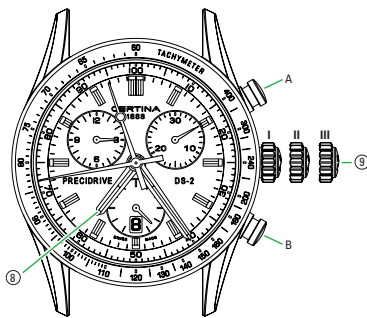

Fig. 1
**Aflezen van de tijd (in voorbeeld fig. 1)**
**Aflezen van de tijd 1 (volgens fig. 1)**